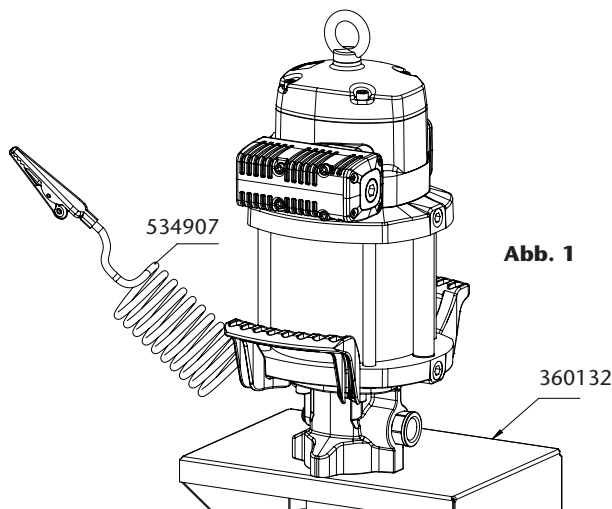

Abb. 1
**Diese Pumpe kann mit der Halterung (360132) direkt an der Wand montiert werden.** Befestigen Sie die Halterung fest an der Wand. Setzen Sie die Pumpe darauf und befestigen Sie sie mit den mitgelieferten Schrauben (Abb. 1).